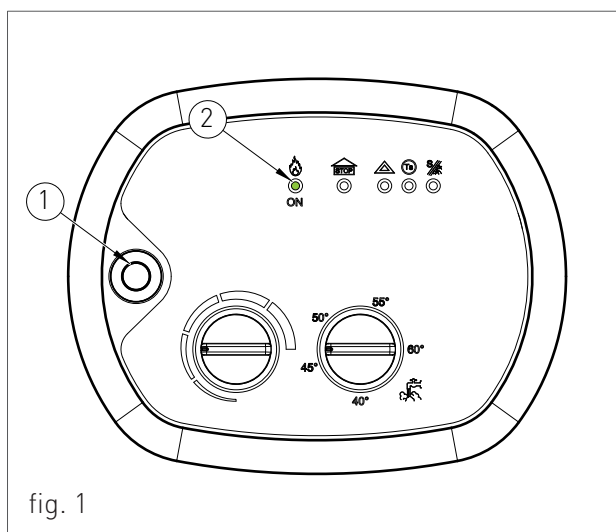

fig. 1
- › Premere l'interruttore di accensione '1' (fig.1) del pannello comandi.
- › Alla richiesta di acqua calda sanitaria partirà l'accensione del bruciatore, segnalata con luce intermittente della spia ON '2' (fig.1).
- > allentare la vite nella presa di pressione uscita gas '4' (fig. 1) e inserire il manometro.